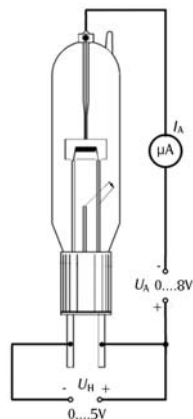

Fig. 3a Montagem de circuito para a investigação da zona de arranque
- Fazer a ligação segundo Fig. 3a/b.